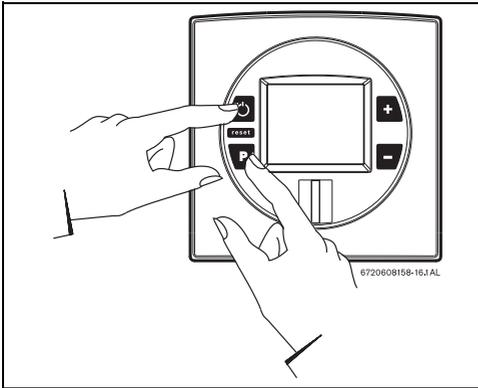

Fig. 38 Modo de ajuste del gas
- ▶ Mantener pulsada la tecla de programación y pulsar el interruptor principal ON/OFF para conectar el aparato (Fig. 38).